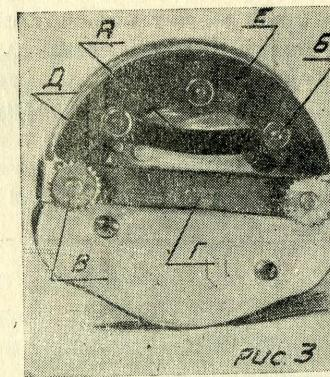
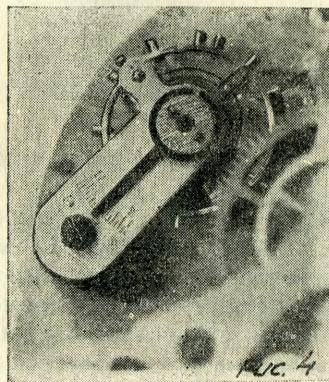
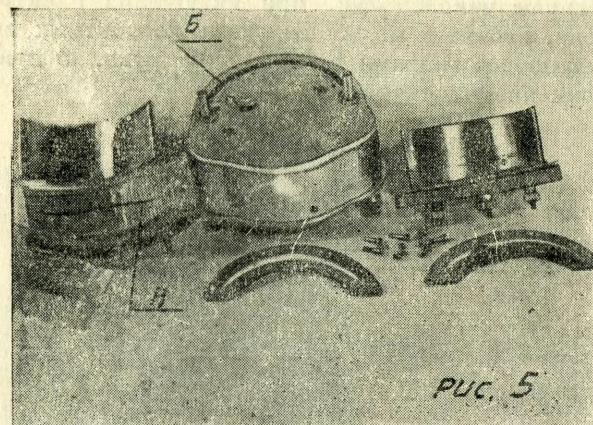

Рис. 3
Рис. 4
Рис. 5
4. Часы снабжены электрообогревателем, (А рис. 5) позволяющим часам бесперебойно работать при низких температурах до -60° С.
5. Часы крепятся к приборной доске самолета скобкой Г и крепежными гайками В (рис. 3).
15. Регулировка. Часы АЧХ выпускаются заводом от регулированными. После чистки и смазки часов при регулировке следует иметь ввиду, что передвижением регулятора (см. рис. 4) можно установить точный ход часов. Для этого на балансовом мосту имеется шкала по сторонам которой стоят две буквы: „П“—обозначает прибавить, „У“—убавить. При отставании часов следует передвигать регулятор по шкале по направлению к букве „П“, если часы уходят вперед к букве „У“. Перемещение регулятора на одно большое деление вызывает изменение хода часов примерно на 50 секунд в сутки. Передвигать регулятор можно не вынимая механизма часов из корпуса. Для этого предусмотрено окно на дне корпуса. Оно закрывается ставней с кнопкой. (См. Д рис. 3). Регулировку такого рода следует поручать часовщику.
16. Описание. Часы АЧХ изготавливаются с электрообогревателем, который может включаться в сеть напряжением 12 или 24 вольт. Эл. обогреватель (см. А рис. 5) состоит из бифилярной обмотки фехралевой проволоки на слюдянную гребенку, (см. рис. 6) изолированную слюдяными прокладками от покрывающего латунного чехла. Все это соединено с подковообразным доколем, на котором имеются три контакта Б (рис. 3) для включения эл. обогревателя в сеть.
Эл. обогреватель входит в специально для него предусмотренную щель Б (рис. 5) в корпусе сзади и закрепляется шестью винтами Е (рис. 3).
18. Включение электрообогревателя. Для включения электрообогревателя в сеть напряжением в 12 вольт нужно сделать соединение по схеме I (см. рис. 6). Для этого на крайние контактные винты Б (рис. 3) накладывают перемычку и присоединяют один кабельный наконечник к одному из крайних контактных винтов Б. Второй кабельный наконечник присоединяют к среднему контактному винту Б.
Для включения электрообогревателя в сеть напряжением в 24 вольт снимают перемычку А (рис. 3) и присоединяют кабельные наконечники к крайним контактным винтам Б (рис. 3) по схеме II (рис. 6).
Кабельные наконечники, при включении электрообогревателя, вводятся между шайбами контактных винтов и закрепляются гайками Б (рис. 3) от руки, не прибегая к помощи инструментов.
21. Смена электрообогревателя. Для смены эл. обогревателя не требуется разбирать часы. Чтобы снять электрообогреватель следует отвинтить гайки В (рис. 3)
и снять крепежную скобу. Затем вывинтить 6 винтов Е (рис. 3) и осторожно вынуть эл. обогреватель из корпуса часов. Установка эл. обогревателя производится согласно описанию,—пункт 16.